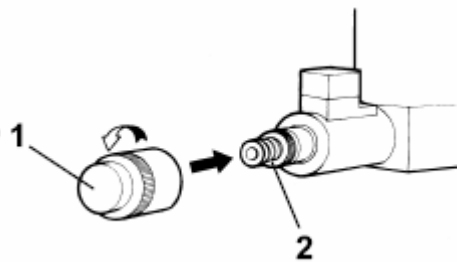

Рис. 40
- Откройте клапан ручного опускания, открутив защитный колпачок (1 Рис. 40) и надавив на устройство (2).